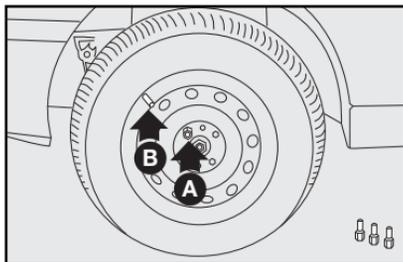

fig. 16
7) Introduzca el primer tornillo **A**-fig. 16, en el orificio más cercano a la válvula de inflado **B**.